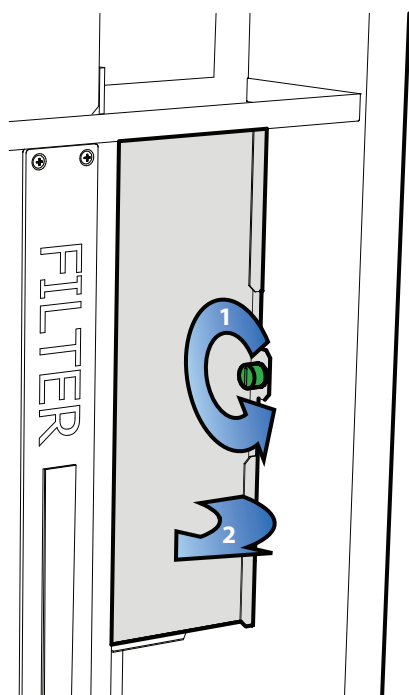

Fig. 13
2. Dra ut den elektriska snabbkopplingen till motorn (se fig. 13).